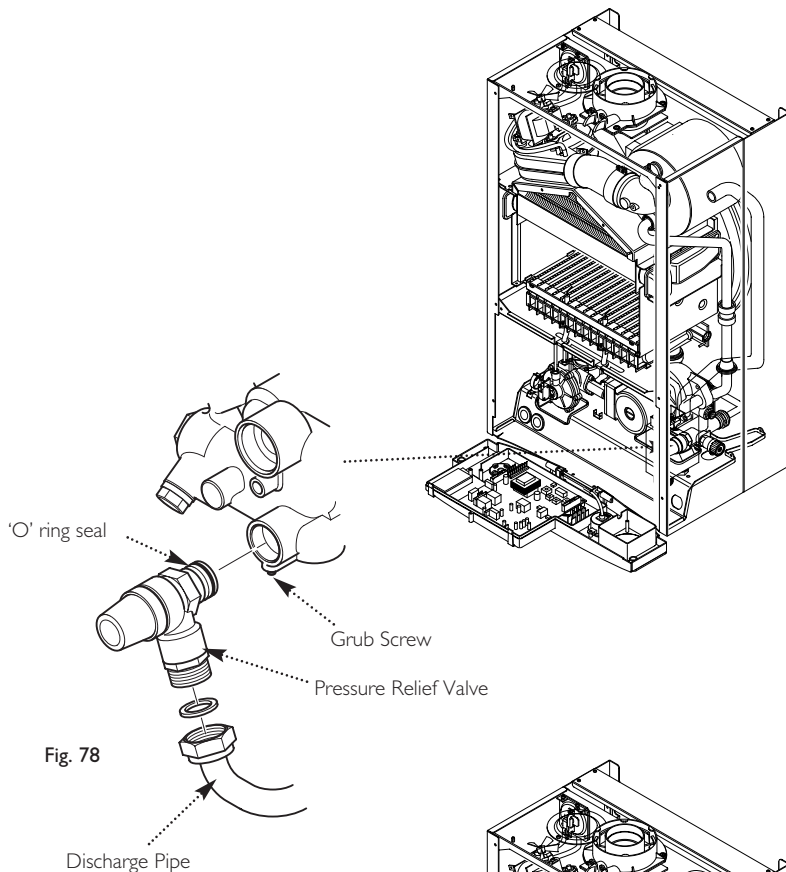

Fig. 78
14.18 Pressure Relief Valve (Fig. 78)